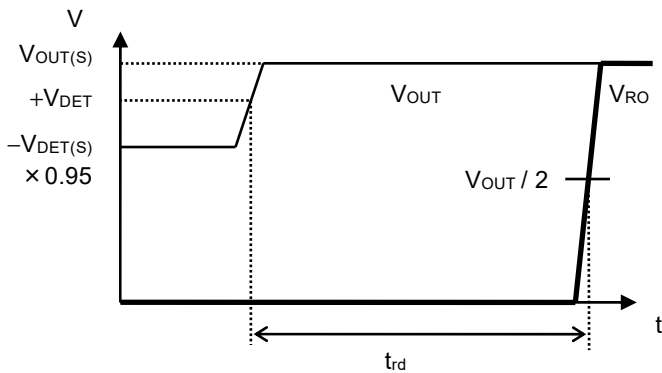

図6 解除遅延時間
*3. V_{OUT} が $+V_{\text{DET}}$ を越えてから実際にRO端子の出力が反転するまでの時間 (図6参照)。この値は解除遅延時間、監視時間調整コンデンサ (C_{DLY}) で変更可能です。